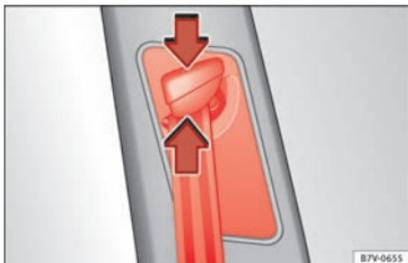

Abb. 91 Bei den Vordersitzen: Gurthöheneinstellung.
- Umlenkeschlag in Richtung der Pfeile zusammendrücken und halten » **Abb. 91**.